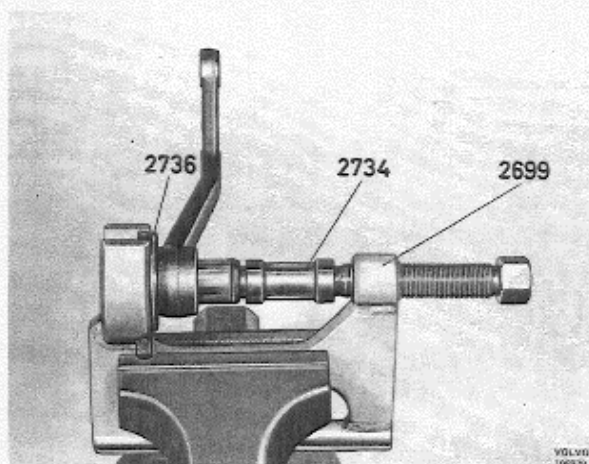

Abb. 85 Ausbau der Gummibuchse, Umlenkhebel
4. Preßwerkzeug 2699 in einen Schraubstock spannen und die Buchse mit Dorn 2734 und Gegenhalter 2736 gem. Abb. 85 herauspressen.